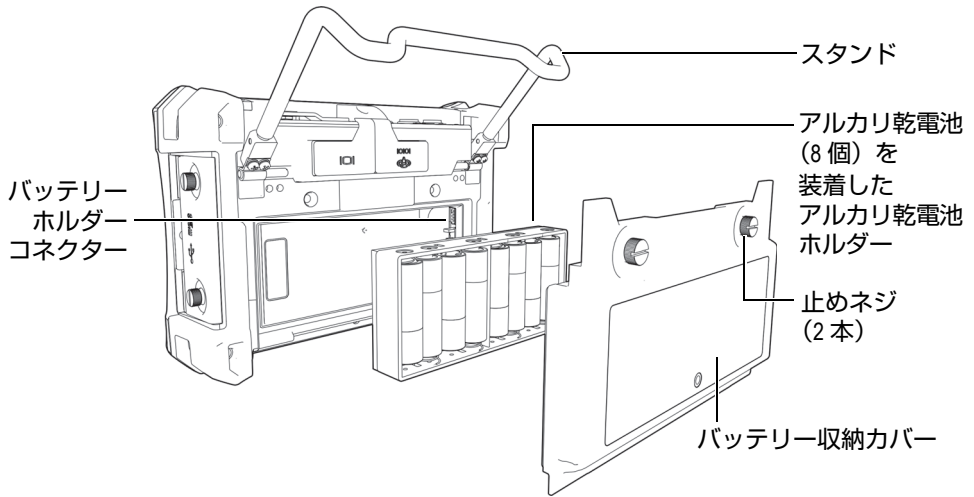

図 1-12 アルカリ乾電池ホルダー
1. NORTEC 600 のパイプスタンドを開きます（39 ページの図 1-12 を参照）。